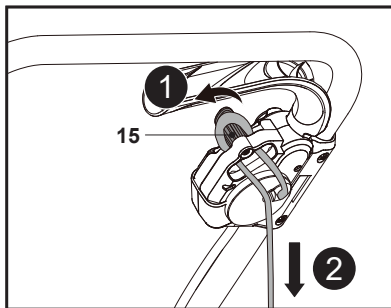

Fig. 10
1. Haga un lazo con el cable de alimentación y cuelgue este lazo en el liberador de tensión del cable (15) (Fig. 10, paso 1).
2. Tire con cuidado del cable de alimentación para asegurarse de que esté bien sujeto (Fig. 10, paso 2).